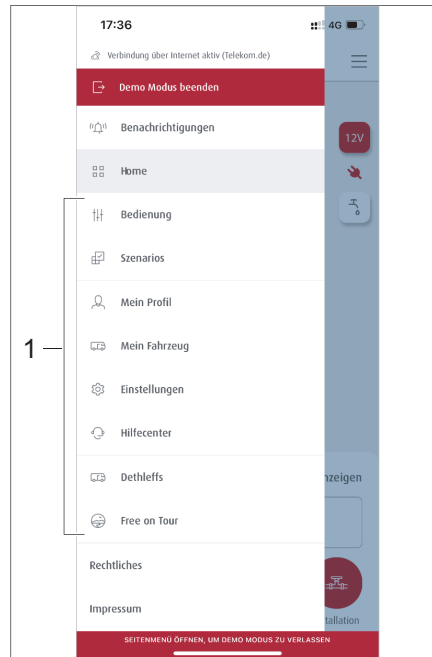
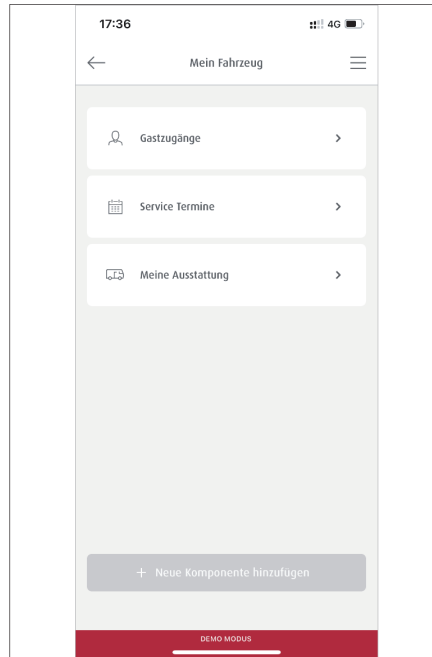

Bild 292 Untermenüs
Bild 297 Untermenü Mein Fahrzeug
Es werden die Untermenüs (Bild 292,1) angezeigt.
- Im Menü-Bereich auf *Szenarios* (Bild 292,1) tippen.
- In den Untermenüs (Bild 292,1) das Menü *Bedienung* wählen.
- In den Untermenüs (Bild 292,1) das Menü *Mein Fahrzeug* wählen. Im Untermenü *Mein Fahrzeug* (Bild 297) können Gastzugänge eingerichtet werden, Service Termine geplant und die Ausstattung des Fahrzeugs eingegeben werden.